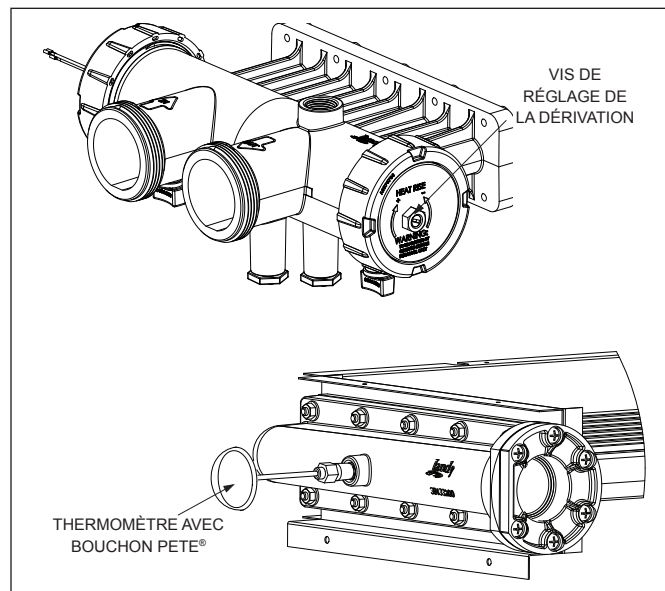

Figure 20. Mesure de la hausse de température
Avant de vérifier l'élévation de température, s'assurer que le filtre de la piscine est propre et que l'alimentation en gaz et les pressions du collecteur sont correctes. Au besoin, nettoyer tous les composants du système de filtrage. L'élévation de température est mesurée dans le collecteur de retour du Legacy. Pour mesurer l'élévation de température, mettre la pompe à filtre en marche et retirer le bouchon en plastique faisant saillie sur l'armoire sur le côté du réchauffeur où le collecteur de retour est situé. Voir Figure 20. Une fois le bouchon retiré, installer le raccord spécial de filetage et joint de bouchon de Pete®\* et insérer un thermomètre de poche. Un ensemble de mesure de l'élévation de température est disponible auprès de votre distributeur Jandy. Voir Section 11 de ce manuel pour obtenir le numéro correct de l'ensemble.
6. Repérer la vis de réglage de la dérivation sur le côté droit du collecteur, voir Figure 20. Dévisser l'écrou pour que la vis puisse être ajustée. Il est normal d'avoir une légère fuite d'eau à côté de l'écrou. Tourner la vis selon le sens antihoraire pour réduire l'élévation de température, et selon le sens horaire pour l'augmenter, tel que nécessaire pour atteindre les plages indiquées au tableau 6. Une fois le réglage effectué, resserrer l'écrou pour qu'il n'y ait plus de fuite.